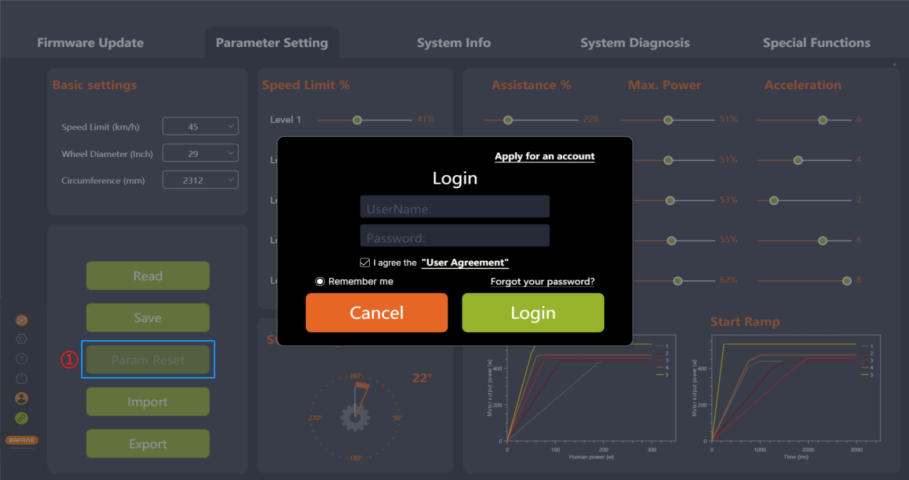

图 5-15 参数复位
1. 确认BESST工具箱和控制器连接，点击“参数复位”。如未登录会弹出登录界面，提示用户登录（如图 5-15）；